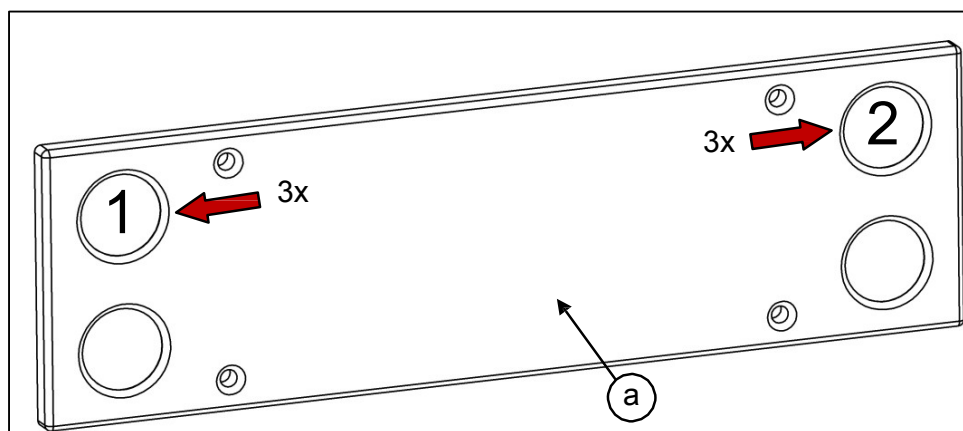

Fig. 89
- En el panel de control (a), presione el botón 1 (arriba a la izquierda) 3 veces, luego presione el botón 2 (arriba a la derecha) 3 veces (vea la Fig.89)